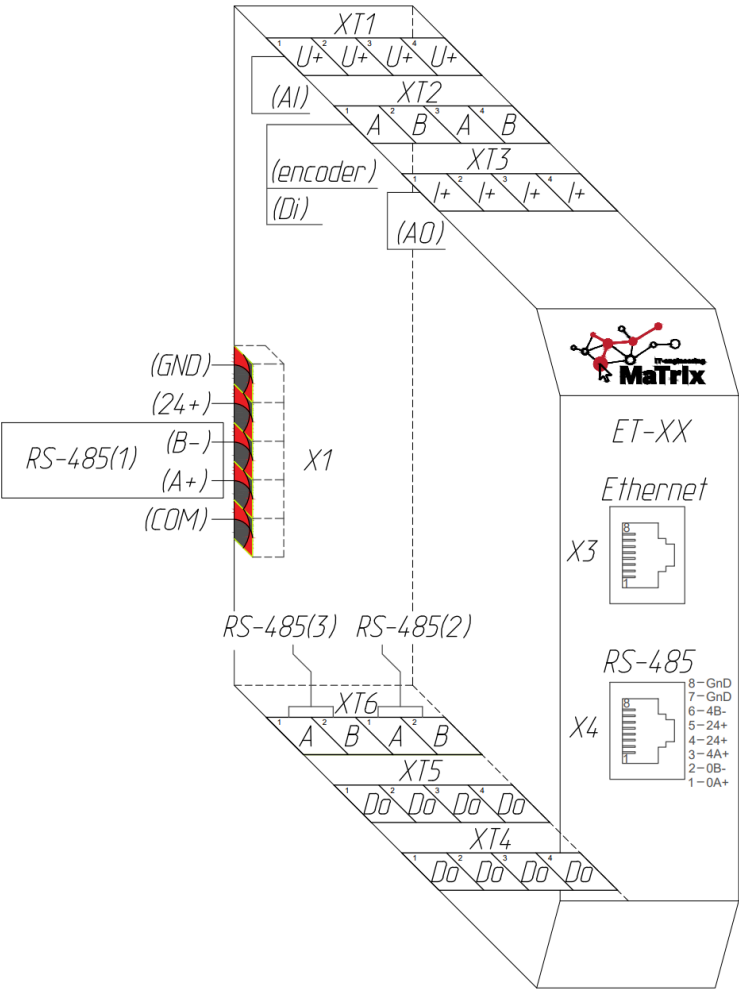

Рисунок 1.4 ПЛК ET-XX Схема структурная
- Рисунок 1.4 ПЛК ET-XX Схема структурная